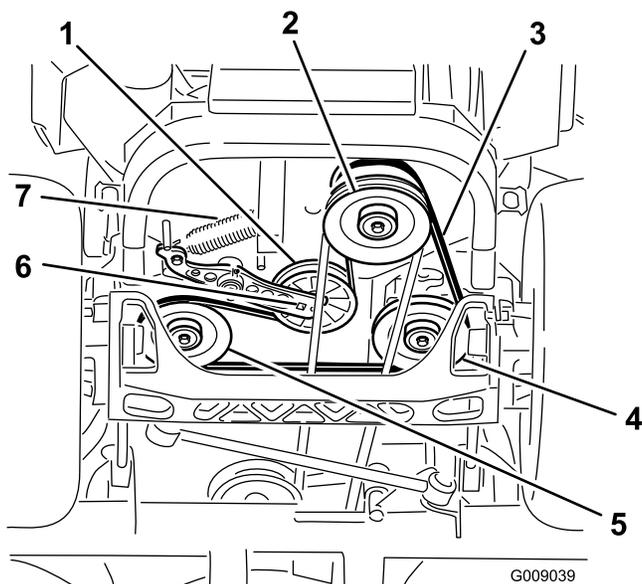

Figure 76
- Soulevez la machine sur des chandelles (Figure 76).
5. Insérez un rochet dans le trou carré du bras de la poulie de tension pour déposer le ressort de la poulie de tension (Figure 76).
6. Décrochez le ressort de la poulie de tension du châssis (Figure 76).
9. Insérez un rochet dans le trou carré du bras de la poulie de tension pour installer le ressort de la poulie de tension sur le châssis (Figure 76).